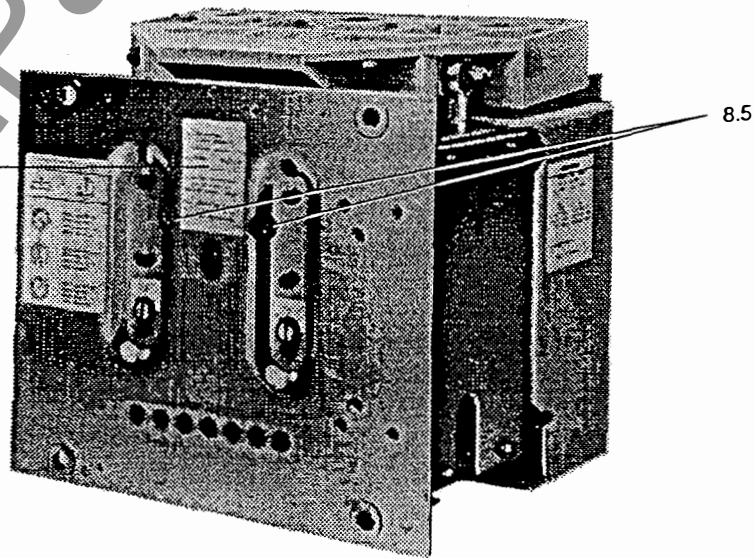

Fig. 7
- Spulenpaar 8.1 (neu) mit Magnetkernen 8.2 und Dämpfungen 8.4 im Vakuumschütz mit den Befestigungsschrauben M8 x 25 (8.5, Fig. 7) und den mitgelieferten Federringen 11.1.4 anschrauben (Anziehdrehmoment 20 Nm ± 2 Nm)
- Fasten the new coil pair 8.1 along with the magnet cores 8.2 and damping elements 8.4 in the vacuum contactor using the M8x25 fixing screws 8.5 (Fig. 7) and the spring washers 11.1.4 supplied in the kit (tightening torque 20 Nm ± 2 Nm)